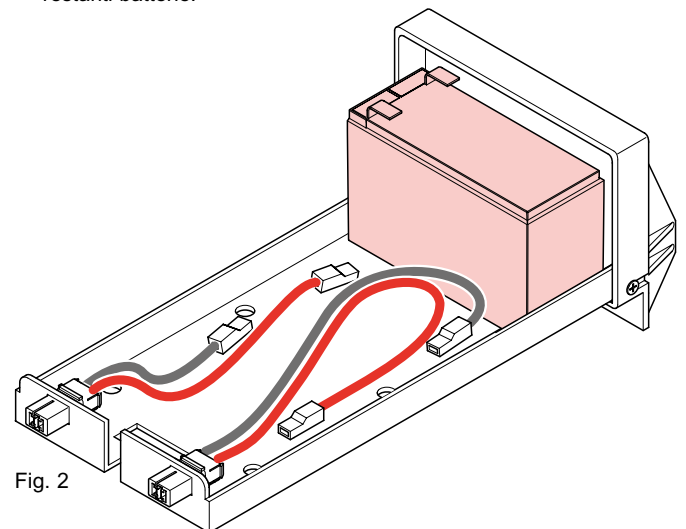

Fig. 2
- Place the first battery in the front side of the chassis (the handle side) with red faston towards the external side of the chassis (the handle side) as shown in Fig.2. Repeat this step for the remaining batteries.
- Collocare la prima batteria nella parte anteriore del telaio (lato maniglia) con il faston rosso verso il lato esterno del telaio (lato maniglia) come illustrato in Fig.2. Ripetere la procedura per le restanti batterie.